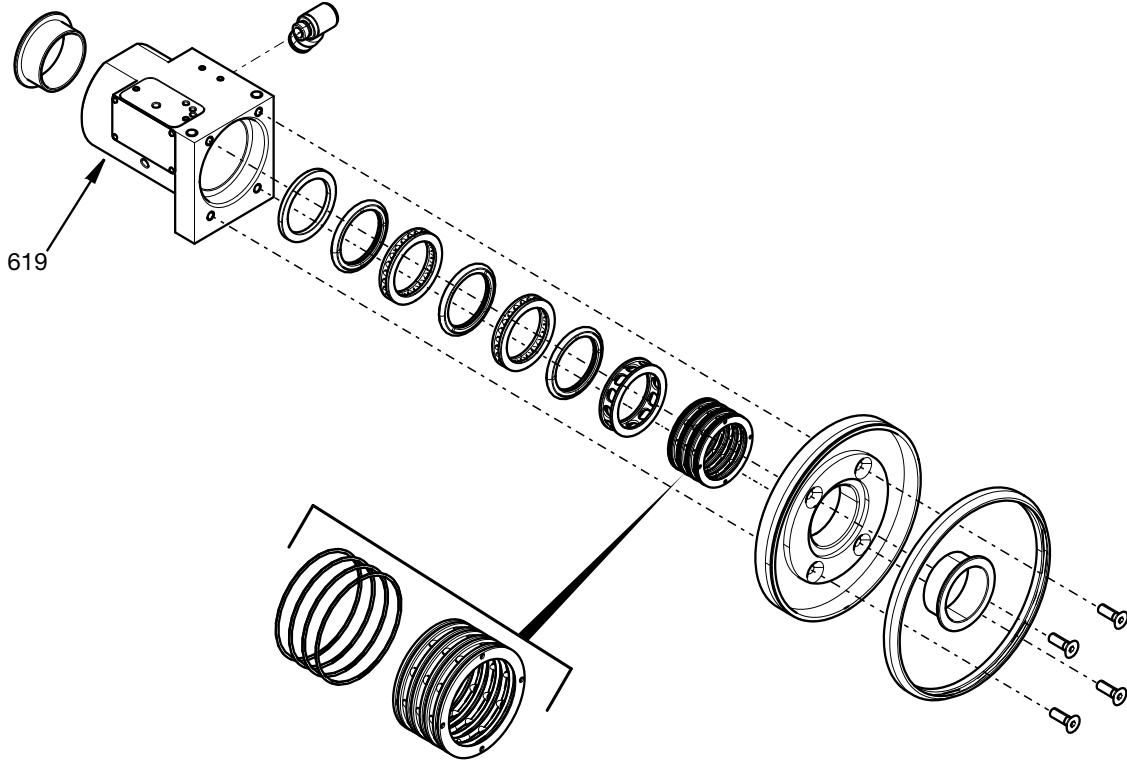

FIG. 19
11. Tüm dahili parçalar ve contalar şimdi rakor muhafazasından (619) çıkarılabilir. Rakor haznesi sökülürse tüm iç contalar ve mühürlerin değiştirilmesi gerekir. Bkz. FIG. 19.